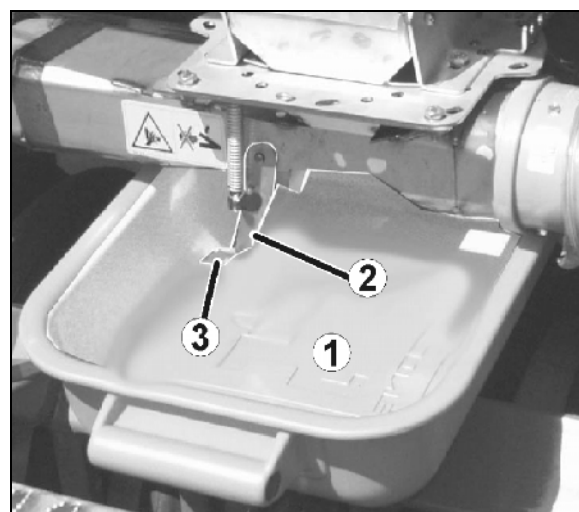

Fig. 103
6. Sett dreietrauet (Fig. 103/1) under injektorslusen.
7. Åpne injektorsluseklaffen (Fig. 103/2).
**Klemfare ved åpning og lukking av klaffene på injektorslusene (Fig. 103/2)!**
**Du må bare ta i lasken (Fig. 103/3) på injektorsluseklaffen, ellers kan du skade deg når den fjærbelastede klaffen slår igjen.**
10. Lukk injektorsluseklaffene (Fig. 103/2) forsiktig (klemfare, se faremerknad).
12. Åpne injektorsluseklaffen (Fig. 103/2).
17. Lukk injektorsluseklaffene (Fig. 103/2) forsiktig (se faremerknad).